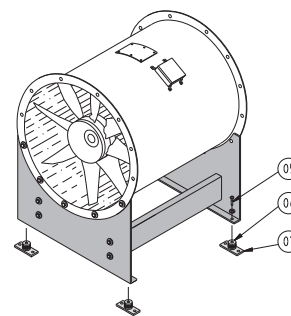

Fig. 6. ACN met montagevoeten en trillingdampers
De trillingdempers (fig. 6, pos. 06) worden met bouten (pos. 05) aan de montagevoeten gemonteerd.